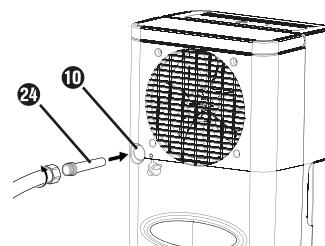

Fig. 5
- ◆ Si vous utilisez l'adaptateur pour tuyau d'arrosage UE ②4, vissez maintenant un tuyau d'arrosage sur l'adaptateur pour tuyau d'arrosage UE ②4 (voir la figure 5).